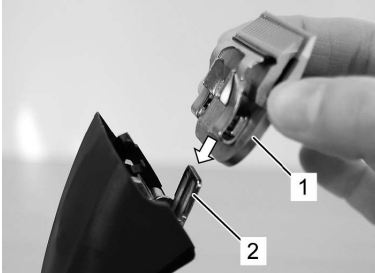

Fig. 15
6. Sätt klipphuvudet på svängarmen och vik den över den påslagna klippen med lätt tryck (fig. 15, 16, 17).